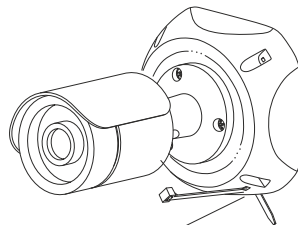

рис. 1
- 4) Соедините крышку с основанием таким образом, чтобы отверстия для хомута совпали. Проденьте нейлоновый хомут в паз и не полностью затяните его (рис. 1).